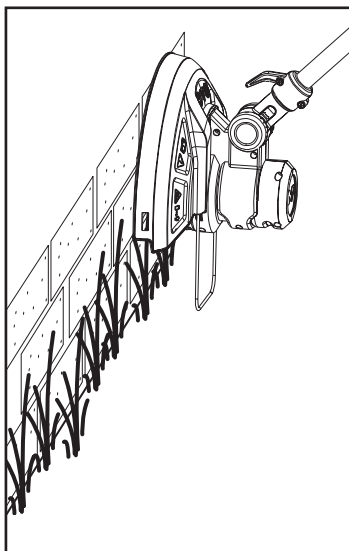

Fig. 20
1. S'assurer que le protège-lame (11d) est retiré et que le protecteur de plantes (13) est sorti avant l'utilisation
2. Fixer la roue de coupe-bordures (16) sur le support de coupe-bordures (14a).
3. Régler l'angle de la poignée principale (1) sur 90° ou 180° pour le bordurage (Fig. 20).